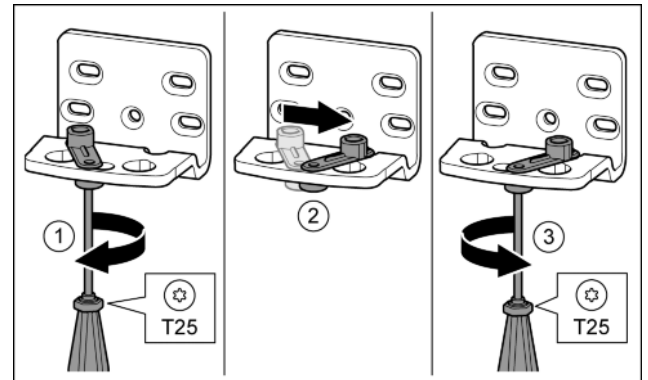

Fig. 16
- Schroef met de schroevendraaier T25 losdraaien. Fig. 16 (1)
- Deursluthulp optillen en 90° naar rechts in de opening draaien. Fig. 16 (2)
- Schroef met schroevendraaier T25 vastschroeven. Fig. 16 (3)